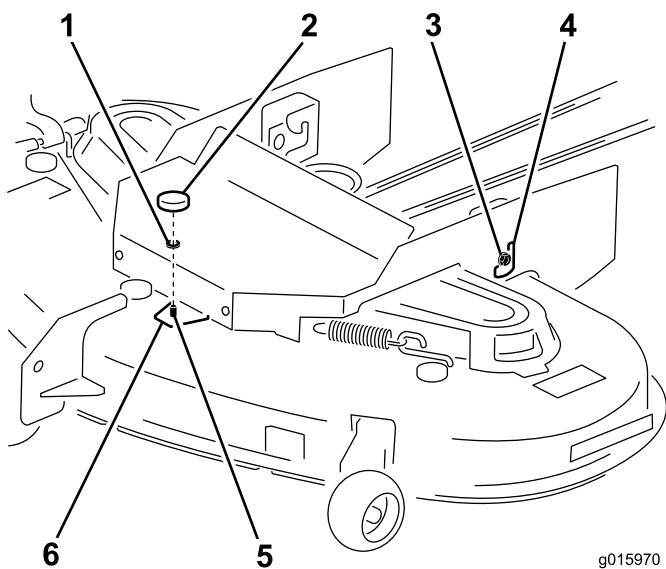

Figure 3
- A. Fixez la languette à l'avant du protège-courroie au moyen du boulon, de la rondelle et du bouton existants que vous venez juste mettre de côté ; voir Figure 3
- B. Pour chaque côté du protège-courroie, insérez l'écrou à embase préalablement desserré à travers la grande ouverture et faites glisser le boulon dans la fente qui convient le mieux (Figure 3).